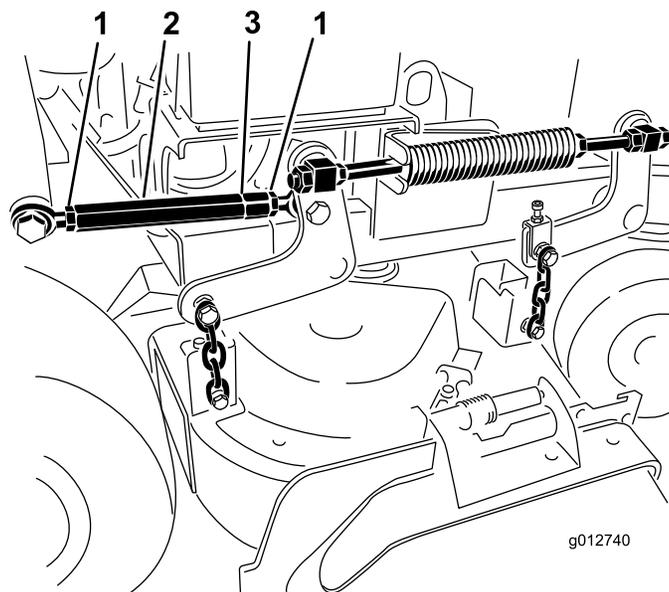

図 88
7. ターンバックルの両端にあるジャムナットをゆるめる (図 88)。
**注** ターンバックルの端部に溝が切ってある側のネジは左ネジですから注意してください (図 88)。